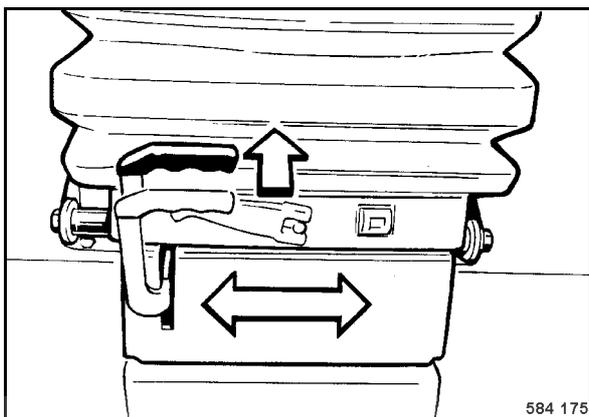

fig. 106
- Coulisser le siège en tirant le levier (fig. 106) vers le haut pour déplacer le siège dans la position désirée.